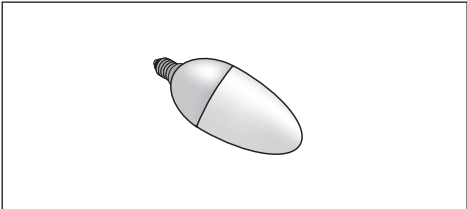

Fig.6
• **Auswechseln der LED-Lampen (Abb.6):**